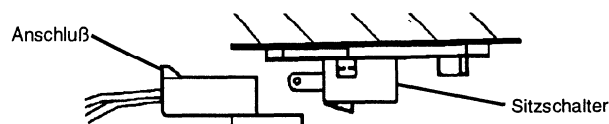

ABBILDUNG 5
- Sitzschalteranschluß des Fahrersitzes mit Schalter im Boden des Sitzes verbinden. Sicherstellen, daß der Anschluß am Schalterkörper einrastet (siehe Abbildung 5).